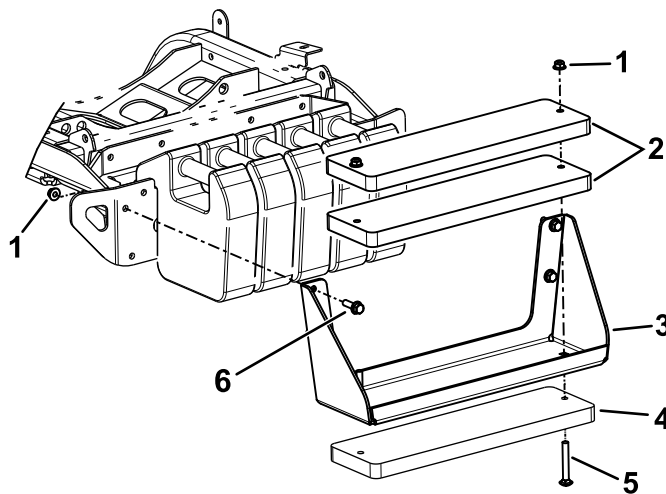

Bild 21
Hinweis: Siehe Bild 21 für diese Schritte.
- A. Befestigen Sie die drei Gewichte mit den Schrauben ($\frac{3}{8}$ " x 4") und Muttern ($\frac{3}{8}$ " an der Ballasthalterung (Bild 21).
- B. Verwenden Sie die Sechskantschrauben und Muttern (im Kit enthalten), um die Ballasthalterung an der Maschine zu befestigen (Bild 21).
- A. Entfernen Sie die Ballasthalterung von der Maschine (Bild 21).
- C. Befestigen Sie die drei Gewichte mit den Schrauben ($\frac{3}{8}$ " x 4") und Muttern ($\frac{3}{8}$ " an der Ballasthalterung (Bild 21).
- D. Verwenden Sie die zuvor entfernten Befestigungselemente, um die Ballasthalterung an der Maschine zu befestigen (Bild 21).